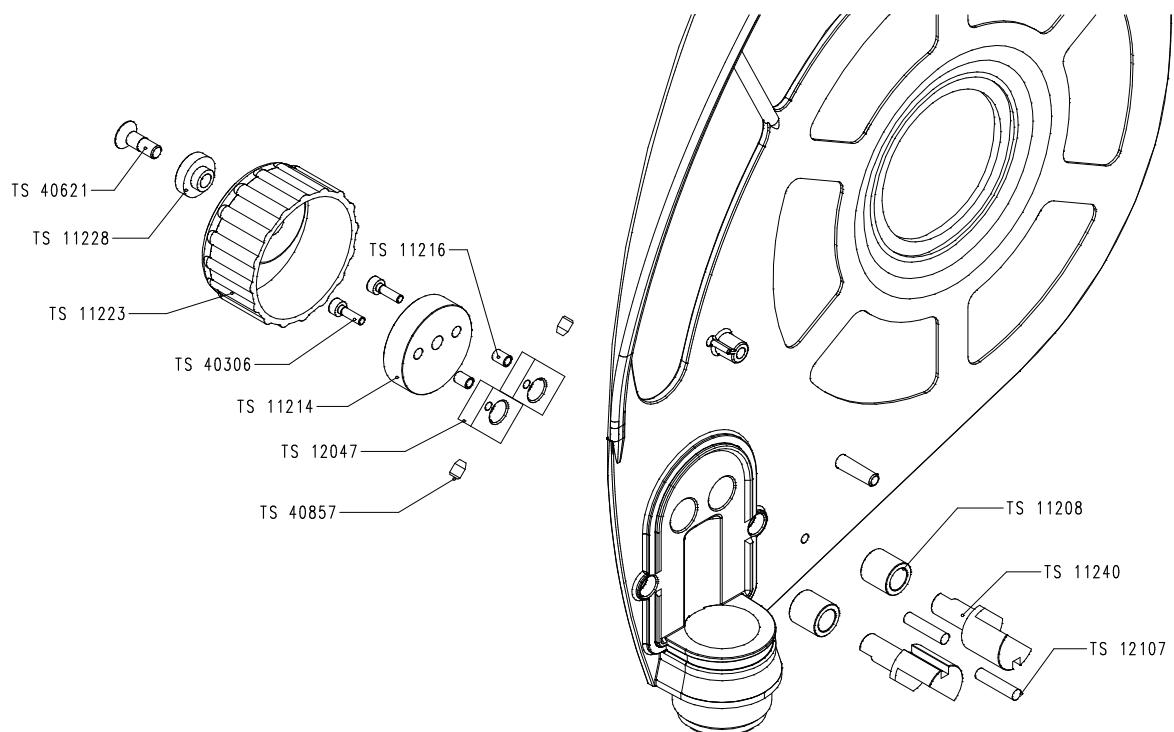

Рисунок 12-8: устройство очистки ленты, запчасти
- Рисунок 12-8: Рисунок 12-8: устройство очистки, запчасти